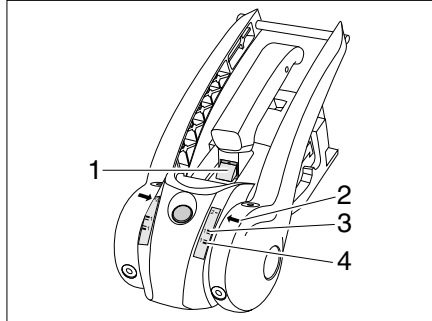

Fig. 156 Contrôle d'usure des garnitures de friction
- Lorsque le marquage vert est visible (Fig. 156,1), les garnitures de friction à l'avant et à l'arrière sont encore en ordre. Si le marquage vert n'est plus visible, les garnitures de friction doivent être remplacées.
- Si la flèche (Fig. 156,2) en dessous du marquage d'arrimage en douceur 1 est verte, (Fig. 156,4) les garnitures de friction à droite et à gauche sont en ordre. Si la flèche (Fig. 156,2) au-dessus du marquage d'arrimage en douceur 1 est rouge (Fig. 156,3), les garnitures de friction doivent être remplacées.
- Lorsque le marquage vert est visible (Fig. 156,1), la rotule d'attelage est en ordre. Si le marquage vert n'est plus visible, le diamètre de la rotule d'attelage est < 49 mm et la rotule d'attelage doit être remplacée.